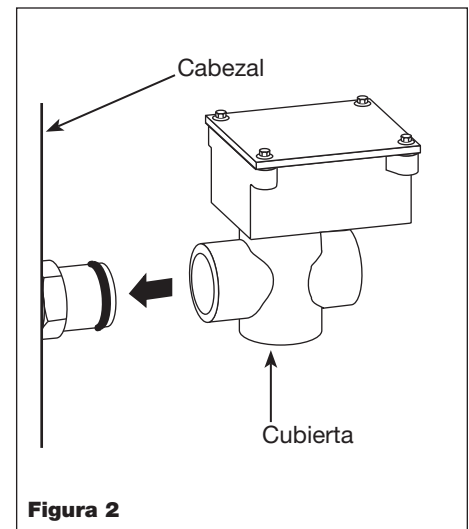

Figura 2
5. Aplique una pequeña cantidad de aceite al anillo en O y coloque la cubierta protectora del nivel de aceite en el adaptador (ver Figura 2).